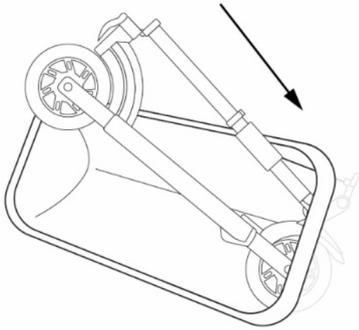

Figura 50 - Introducción en el maletero
1. Introducir inicialmente la rueda delantera en el maletero (**véase Figura 50 - Introducción en el maletero**).